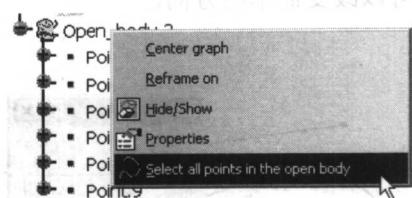
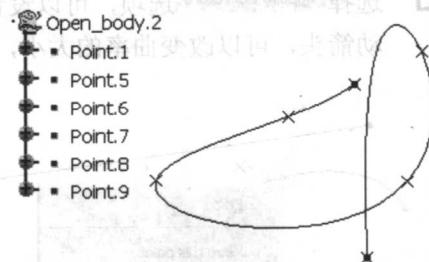
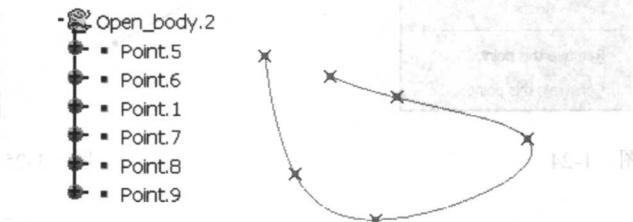

图 1-20
图 1-21
图 1-22
(9) 可以选择一个开放部件中的所有几何点建立样条线。首先单击“建立空间曲线”按钮 , 接着在开放部件上单击鼠标右键,在弹出的菜单中选择 Select all points in the open body 选项,如图 1-20 所示。系统将自动按照开放部件中点的顺序建立样条线,图 1-21 所示是用 Through points 方式建立样条线的情况。改变点的顺序,建立样条线也相应发生变化,图 1-22 所示是移动点 Point.1 位置的结果。